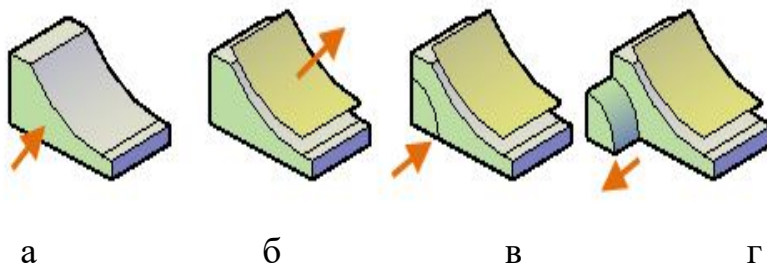

Рисунок 7.19 – Редагування граней твердотільної моделі
Для редагування або зміни граней твердотільної моделі можна використовувати такі операції (рис. 7.19):
- зміна кольору обраної грані (команда **РЕДТЕЛ**) (рис. 7.19, а);
- копіювання обраної грані для додаткового редагування або використання у іншому тілі (команда **РЕДТЕЛ**) (рис. 7.19, б);
- таврування межі з об’єктом, який розділяє грань з метою роздільного фарбування або видавлювання (команда **КЛЕЙМО**) (рис. 7.19, в);
- видавлювання грані (команда **ВЫДАВГРАНЬ**) (рис. 7.19, г).